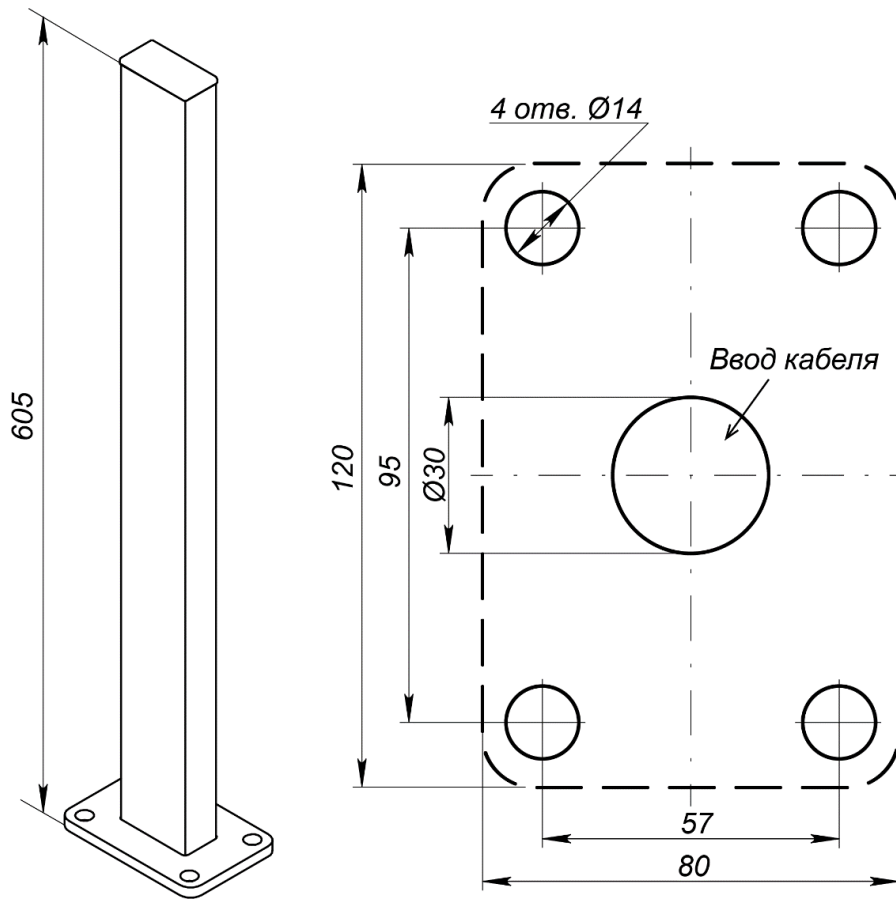

Рисунок 22. Внешний вид и схема разметки отверстий для установки стойки для фотоэлемента безопасности PERCo-GDS1
Фотоэлементы безопасности могут устанавливаться на стойках *PERCo-GDS1* (входит в дополнительный комплект поставки) (см. рис. 22).
2. Выполните в установочной поверхности отверстия под анкерные болты в соответствии с разметкой (см. рис. 22), а также штробы для проводов питания и соединения при необходимости.